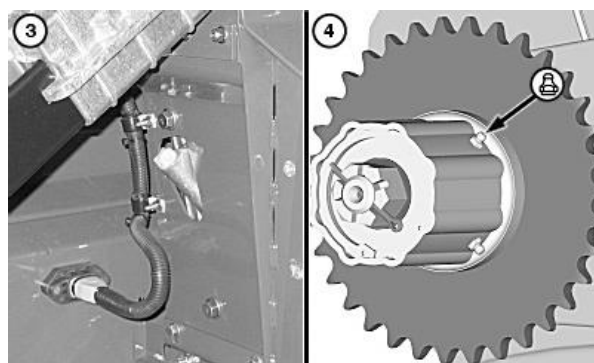

Рис.4.64 – Перевірка рівня оливи в редукторі розвантажувального шнека (3), змащення муфти ковзання камери живильника (4)
33. Перевірити рівень оливи в редукторі розвантажувального шнека (рис.4.64). Перевірити рівень за допомогою щупа та при необхідності долити оливу.
34. Змастити муфту ковзання камери живильника (рис.4.64).